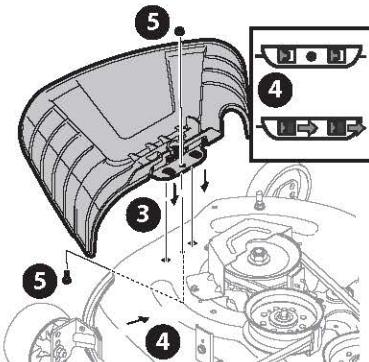

Figura 18
3. Ubique el deflector del canal en la plataforma, asegúrese de insertar las lengüetas de dicho deflector en los orificios de la plataforma (Figura 18).
4. Deslice el deflector del canal hacia la parte posterior del tractor hasta que el orificio del perno que está en el deflector del canal quede alineado con el orificio de la plataforma (Figura 18).
- Sujete el deflector del canal en su lugar con la tuerca de seguridad con brida y el tornillo hexagonal que se extrajeron en el paso dos. Ajuste hasta 102-124 pulgadas-libras (12-14 N·m) (Figura 18 en la página 48). Pase a Ajuste de las Ruedas de la Plataforma.